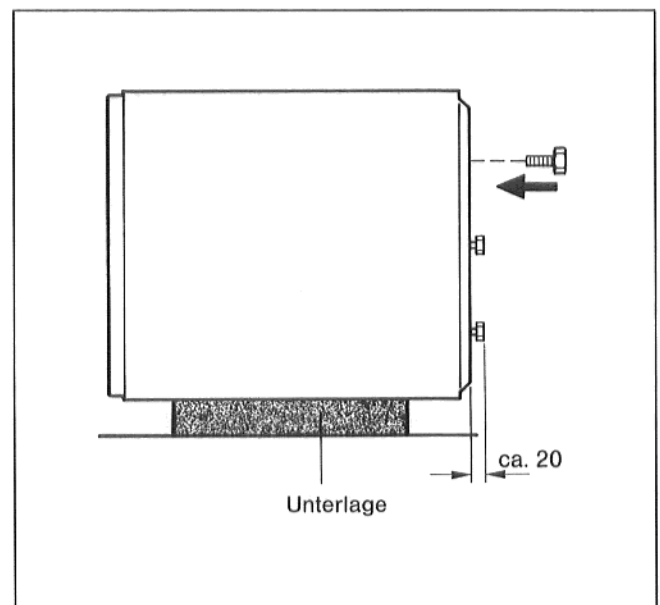

Abb. 4 – Prinzipabbildung
- Speicher über die Kante der Bodenpalette mit der Seite auf Unterlage legen (Abb. 4).
- 3 Fußschrauben unten in den Speicherbehälter bis auf ca. 20 mm eindrehen (Abb. 4).